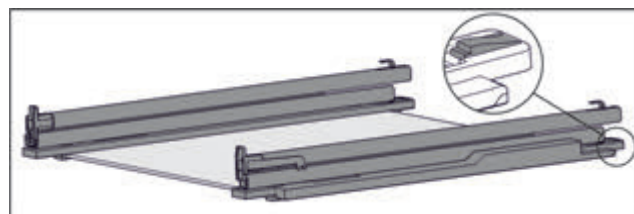

Fig. 99 Скляна пластина з рейками та деталями для підтримки
- ▶ Деталь для підтримки натиснути вниз (див. Fig. 99) і одночасно посунути рейку назад.